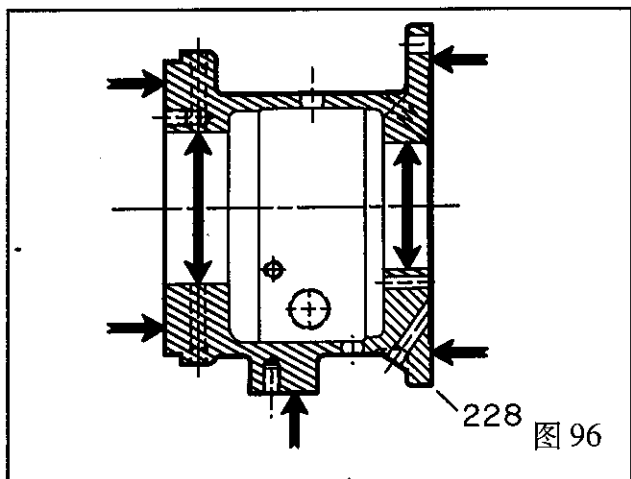

图 96
1. 检查轴承箱(228)和支脚(241)是否有裂纹, 检查轴承箱内表面是否有锈蚀, 污垢或铁屑, 清除所有碎屑(图 96, 97)。